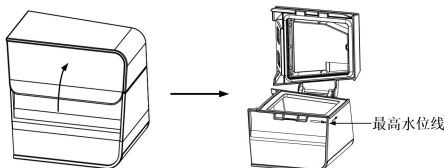
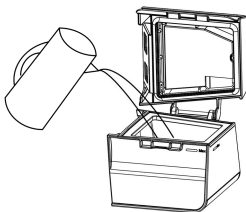

图 4-2
图 4-3
(2) **注水**。首先打开水罐的盖子，如图 4-2 所示；然后往罐内注水，加水量约为 360 mL，不要超过最高水位线，如图 4-3 所示。